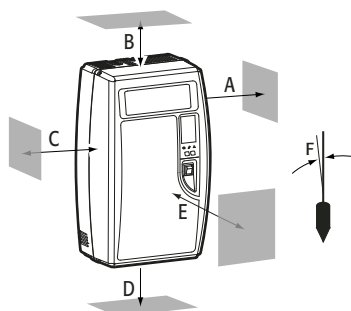

Рис. 3.a
- проследите, чтобы увлажнитель был расположен вертикально, с минимальными зазорами (для монтажа увлажнителя для воздуховодов см. рис.3.a и таблицу 3.a, а для монтажа увлажнителя для помещений см. рис. 3.b и таблицу 3.b) для обеспечения безопасности и проведения работ по техобслуживанию.